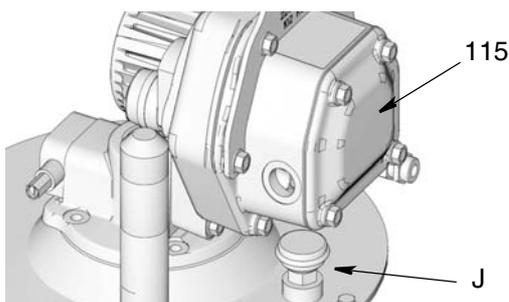

Рис. 49
ПРИМЕЧАНИЕ: Когда насос установлен правильно, дыхательный клапан резервуара (J) будет находиться ниже блока управления (115), как показано на Рис. 49.